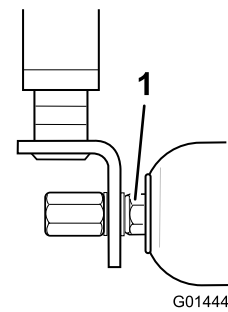

Figura 81
2. Si hay un movimiento excesivo, apriete con cuidado las tuercas de cada extremo del rodillo con la llave, justo lo suficiente para eliminar la holgura axial (Figura 81).